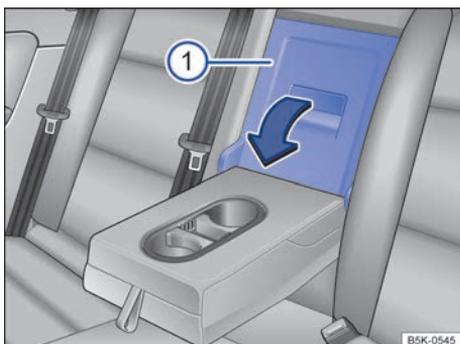

Fig. 157 En el respaldo del asiento trasero: apertura de la trampilla para cargas largas.
- Tire de la palanca de desbloqueo en el sentido de la flecha y abata completamente la tapa de la trampilla → fig. 157 ① hacia delante.